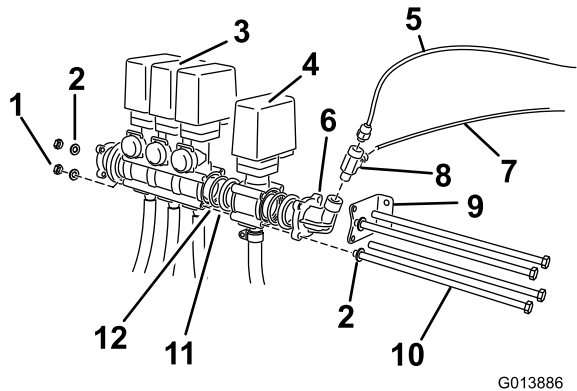

Figura 5
4. Localice el conjunto de la válvula del carrete de la manguera entre las piezas sueltas e instálelo en línea con las válvulas existentes (Figura 5).
6. Posicione el soporte en el extremo del conjunto de las válvulas, en los dos orificios del codo más próximos al soporte de montaje de las válvulas de los brazos (Figura 5).
7. Introduzca dos pernos largos (M8 x 260 mm) a través del soporte de montaje, por los taladros superior e inferior de los cuerpos de las válvulas del carrete de la manguera y las válvulas de retorno de los brazos más próximos al raíl de montaje (Figura 5).
9. Utilice los otros dos pernos (M8 x 260 mm) y las arandelas existentes para sujetar los conjuntos de las válvulas en los taladros abiertos de los cuerpos de las válvulas (Figura 5).
13. Instale el acoplamiento en T (Figura 5)